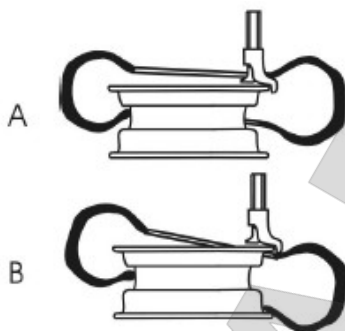

Рис. 23
- Нажмите на центральную часть шины. Выжмите педаль L, чтобы повернуть поворотный стол по часовой стрелке. Нижний борт шины должен полностью попасть в ручей обода (рис.23-А).